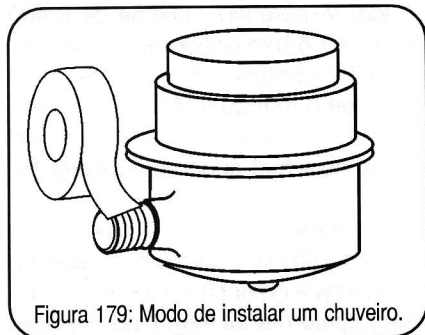

Figura 179: Modo de instalar um chuveiro.
a) Encaixamos o chuveiro na rosca apropriada usando fita veda-rosca de modo a evitar vazamentos de água (figura 179).